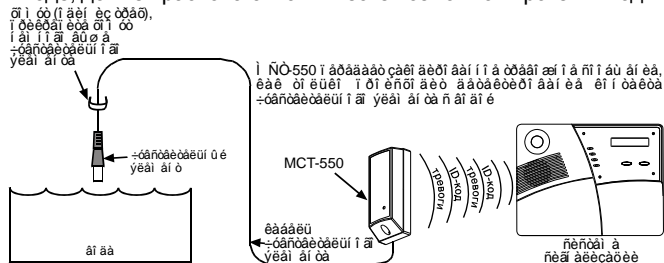

Рис. 5 - Применение датчика МСТ-550
- D. Отвинтите винт в крышке передатчика (рис.4) и снимите крышу (рис.5).